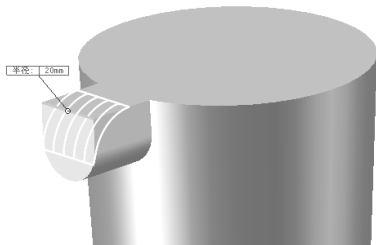
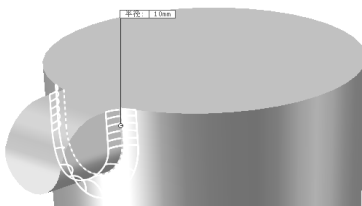
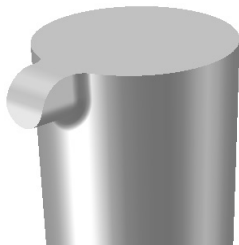

图 6-131 选择圆角边 2
图 6-132 选择圆角边 3
图 6-133 圆角绘制结果
8) 圆角处理。单击“特征”控制面板中的“圆角”按钮, 系统弹出“圆角”属性管理器。选择“恒定大小圆角”按钮, 输入半径“20”, 在视图中选取图 6-131 所示的边线, 然后单击属性管理器中的 (确定) 按钮。重复“圆角”命令, 在属性管理器中输入半径“10”, 选取图 6-132 所示的边线进行圆角处理, 结果如图 6-133 所示。